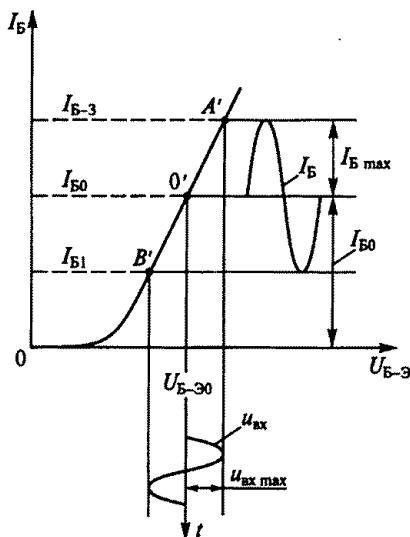

Рис. 203
8.19. Усилительный каскад с общим эмиттером работает при условии сохранения формы входного сигнала (режим А). Каким в этом случае должно быть соотношение между током покоя базы I_{B0} и амплитудой переменной составляющей тока базы I_{Bmax} (рис. 203)?